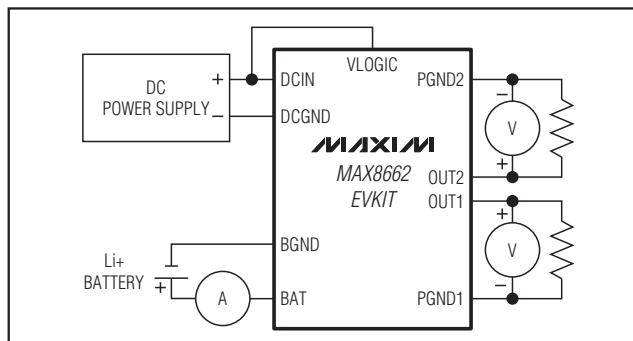

図1. 試験手順のセットアップ
- EVキットとの接続を行います(図1を参照)。ただし、バッテリは手順18まで接続しないでください。